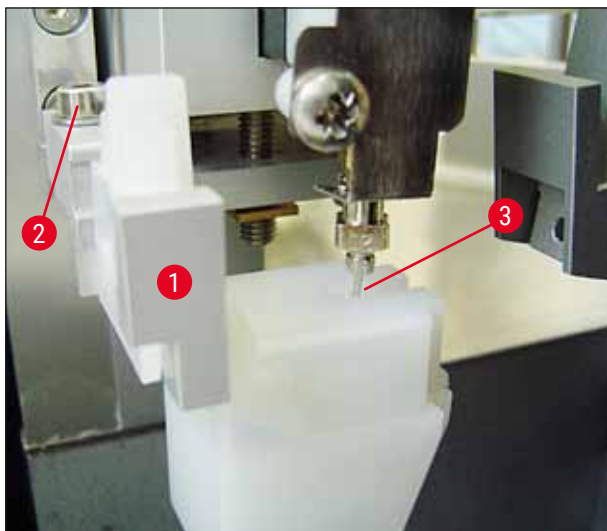

Bild 23
2. Det gör du genom att lossa skruven (→ Bild 23-2) med hjälp av insexnyckeln (storlek 3) (→ Bild 22-5) och rikta in doseringsnålsrengöraren genom att flytta hållaren (→ Bild 23-1) åt sidan tills doseringsnålen (→ Bild 23-3) flyttas till rätt läge i mitten av rengöraringången (→ Bild 23).